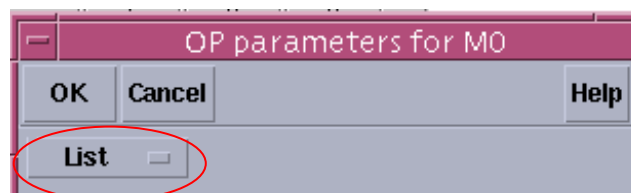

图 3.5
7、点击电路图中的 nmos 管, 然后点击图 3.5 对话框中的 list 则会出现一个下拉列表: (注意: 一定要选中所看的元件即 nmos 管, 你可以尝试一下不选择元件的 list 菜单和选择元件后的 list 菜单有什么区别。)